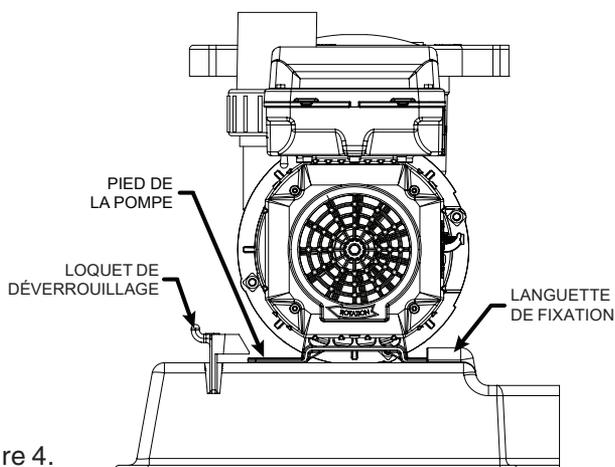

Figure 4.
- G. Faites glisser le pied de la pompe entre les languettes de fixation et le loquet de déverrouillage. Reportez-vous à la figure 3. Placez la pompe en appuyant jusqu'à ce que le loquet de déverrouillage clic en place sur le pied de la pompe. Reportez-vous à la figure 4. La pompe doit être positionnée comme l'indique la Figure 5. Installez les deux # 20 x 1-1/4" tire fonds longues à travers les fentes du côté du moteur, dans les deux trous de la base près de la serrure.